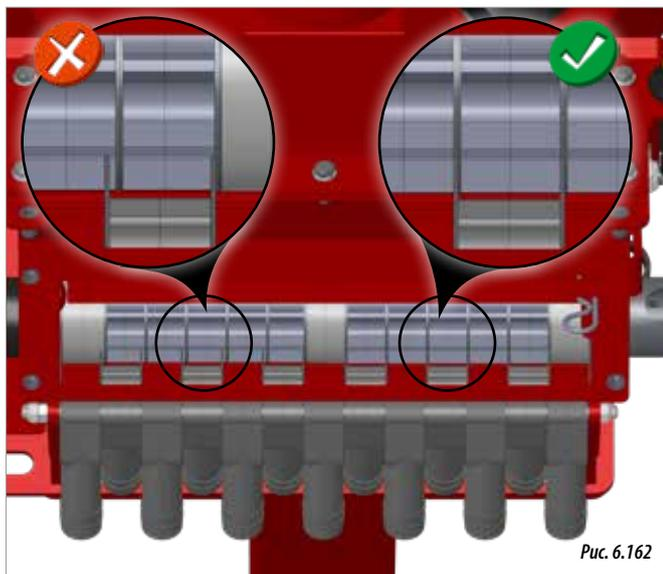

Рис. 6.162
- 6- Поставьте фиксатор высевающего аппарата в таком положении, чтобы РАЗДЕЛИТЕЛИ КАТУШЕК совпадали с положением РАЗДЕЛИТЕЛЕЙ ВЫСЕВА (Рис. 6.162)